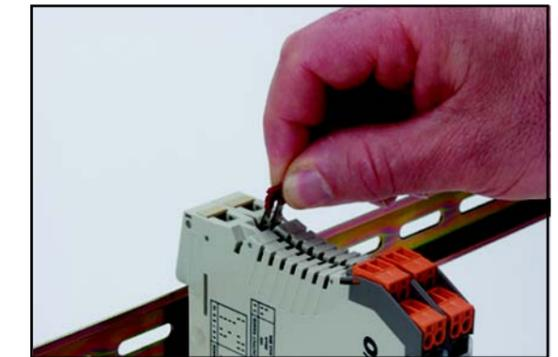

Abbildung 2
**HINWEIS:** Das Gerät wird mit befestigten Brückenklemmen geliefert. Bitte diese Klemmen vor Installation des Moduls an der DIN-Schiene entfernen. Wenn die Brückenklemmen zum Verbinden der Spannung dienen sollen, können sie nach der Montage der Module an der DIN-Schiene montiert werden. Siehe Abbildung 2.
Die Brückenklemmen (siehe Abbildung 2) werden zur Stromverteilung auf bis zu 16 Module verwendet. Bei Anwendungen mit mehr als 16 Modulen müssen die Stromleitungen an das erste und letzte Modul angeschlossen und über Brückenklemmen auf die übrigen Module verteilt werden. Dadurch kann ein Modul ausgetauscht werden (Hot-Swapping), ohne dass die Stromzufuhr zu den übrigen Modulen unterbrochen wird.